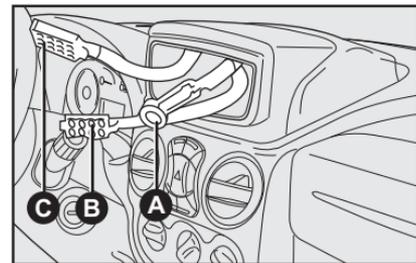
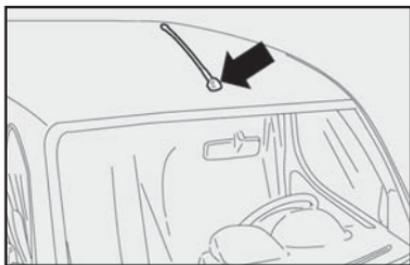

fig. 113
fig. 117
- Cabo e plugue de alimentação elétrica para o autorrádio **C-fig. 113**.
- Cabo e conector para a antena de teto **A-fig. 113**.
- Cabo e plugue para conexão dos alto-falantes **B-fig. 113**.
- Cabo e plugue de alimentação eléctrica para o autorrádio **C-fig. 113**.
- Alto-falantes no painel de instrumentos **fig. 113**.
- Cabos e plugue para conexão dos alto-falantes **B-fig. 113**.
Instalar a antena na sede prevista para a mesma **fig. 117** retirando os tampões interno e externo e conectando o plugue ao autorrádio **A-fig. 113**.